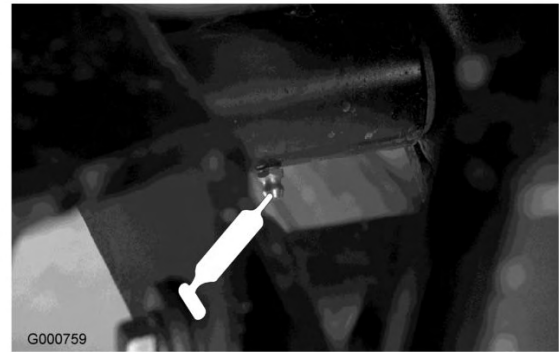

Figura 32
- Cilindri di sollevamento anteriori (3) (Figura 31 e Figura 32)